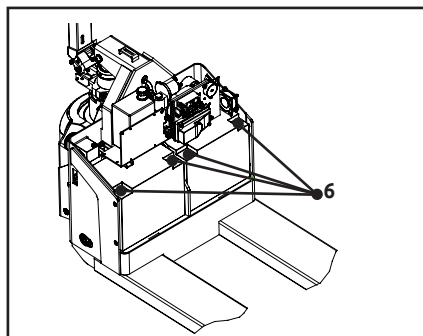

Figura 9
- ⑤ Suelte el tornillo en el terminal de la batería. Primero suelte el cable positivo, para evitar el cortocircuito de la batería. (Figura 9).